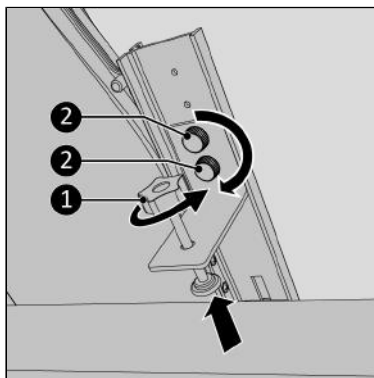

Figure 204.
11. Resserrez complètement la vis de fixation (Figure 204, pos. 1). Si vous manquez d'espace pour fixer le support, vous pouvez ignorer cette étape. Entrebâillez ensuite la fenêtre, en vous assurant qu'elle ne puisse pas se refermer si possible.
13. Vissez le support de fixation sur le rail principal au moyen des deux vis à bouton (Figure 204, pos. 2).